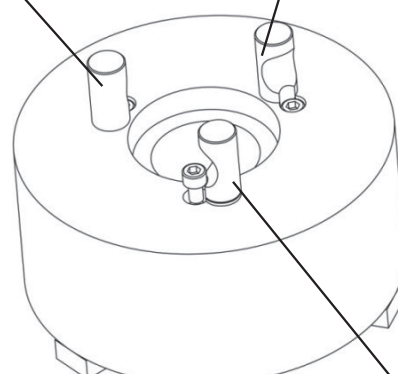

Rys. 9A. Zamocowanie uchwyty
6. Pokręcić każdy z kołków CAMLOCK przy użyciu klucza do uchwyty tokarskiego, tak by znak na kołku znalazł się pomiędzy znakami „V”, jak pokazano na rys. 9A.